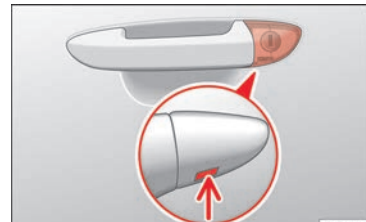

Fig. 3 Manilla de la puerta del conductor: bombín de cierre oculto.
- Introduzca el espadín en la abertura inferior de la tapa de la maneta de la puerta del conductor » fig. 3 (flecha) y retire la tapa de abajo hacia arriba.